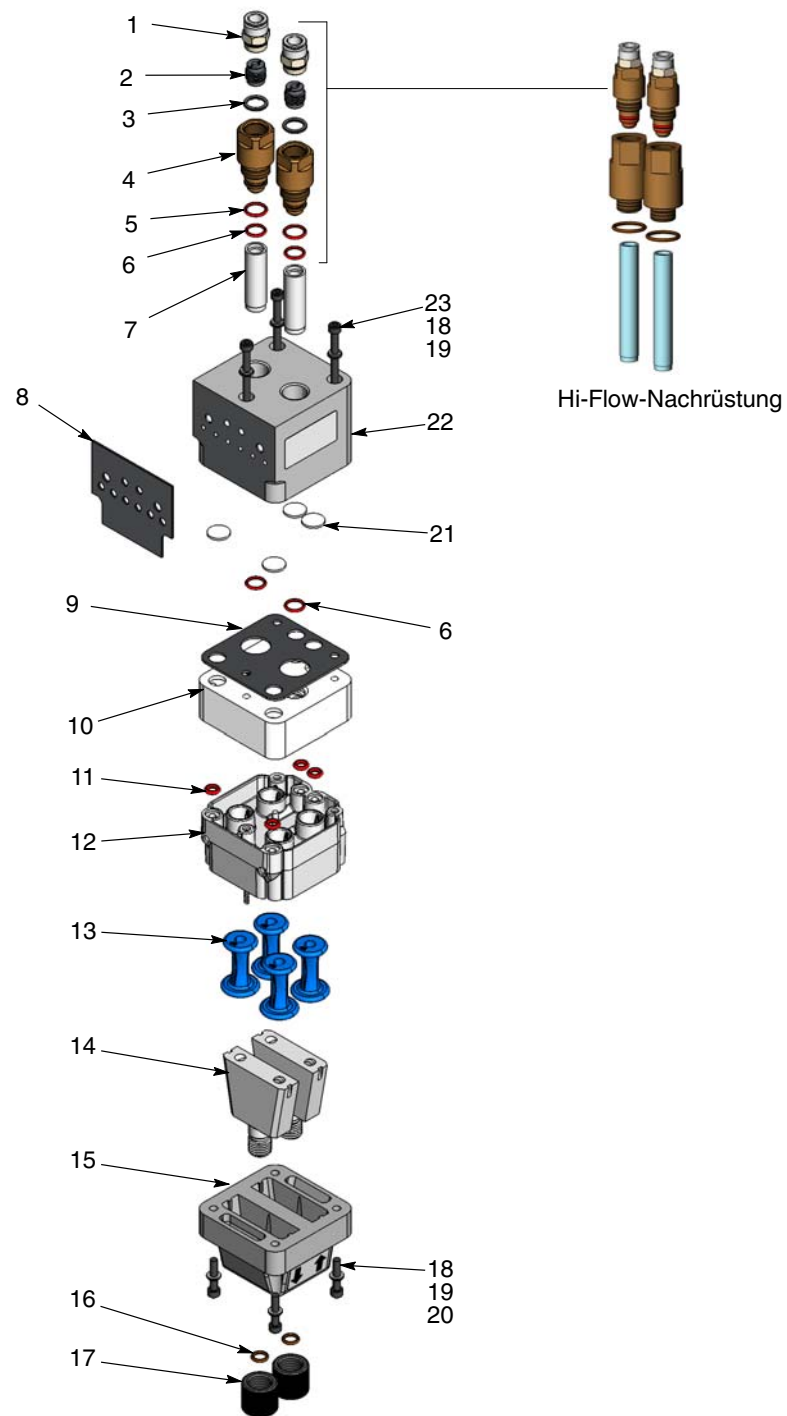

Abbildung 6-22 Pumpe zerlegen
4. Siehe Abbildung 6-22. Die Pumpe, beginnend mit den Fluidisierungsrohren, wie gezeigt zerlegen. Aufgeklebte Dichtungen brauchen nur abgenommen werden, wenn sie beschädigt sind.